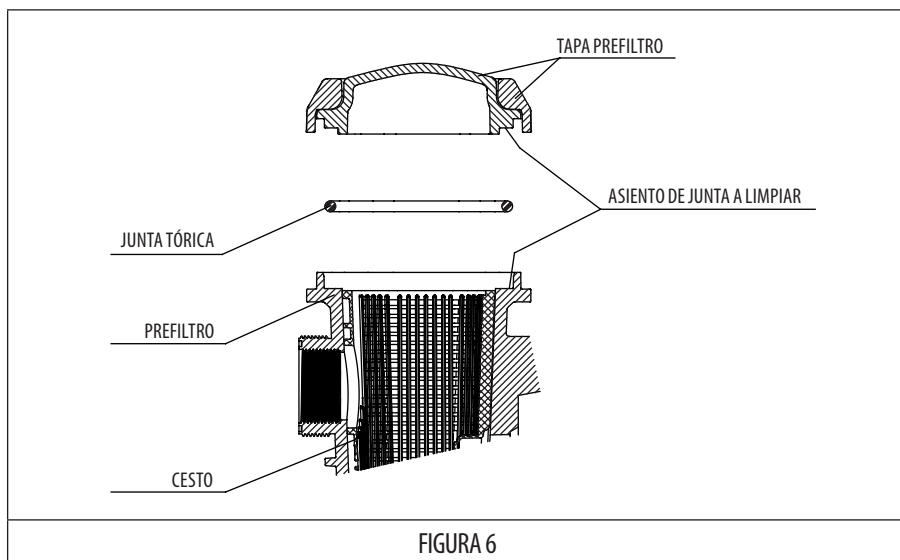

FIGURA 6
- Cada vez que se abra el prefiltro, limpiar de impurezas el asiento de la junta y la propia junta, para asegurar la estanqueidad en el cierre de la tapa (FIGURA 6).